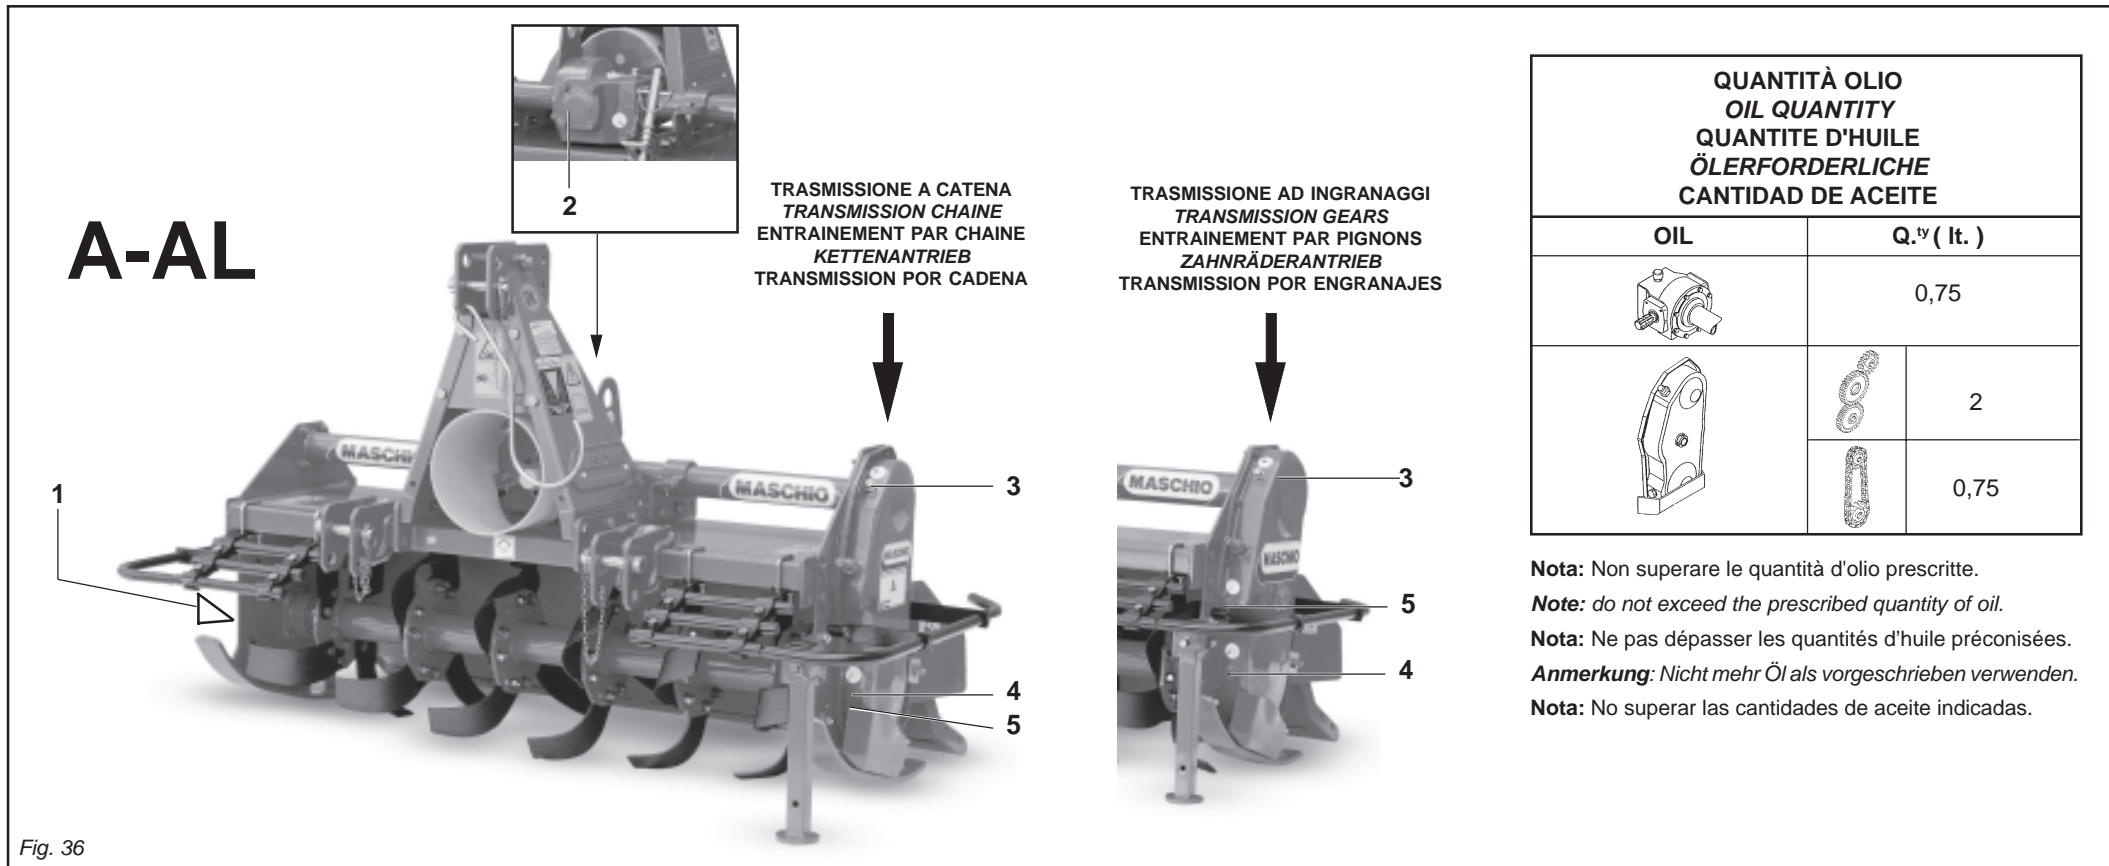

Fig. 36
Si nécessaire rajouter de l'huile par le bouchon de remplissage (3 Fig. 36) jusqu'à ce qu'elle sorte par le bouchon de niveau.
- Entraînement latéral par pignons: contrôlez le niveau de l'huile dans le carter latéral de la transmission en dévissant le bouchon de niveau (5 Fig. 36) et vérifiant si l'huile sort. Si nécessaire rajouter de l'huile par le bouchon de remplissage (3 Fig. 36) jusqu'à ce qu'elle sorte par le bouchon de niveau.
- Vidangez entièrement l'huile du réducteur ou du boîte de vitesse et du carter de transmission à travers le bouchon de vidange qui se trouve sous la boîte du réducteur et par le bouchon de vidange de la transmission (4 Fig. 36).
stopfen/Ablaßstopfen (4 Abb. 36) los-schrauben und prüfen, ob Öl ausfließt. Ggf. durch den Öleinfüllstopfen (3 Abb. 36) soviel Öl nachfüllen, bis das Öl am Ölstandsstopfen ausläuft.
- Zahnradantrieb: den Ölstand im Seitenantrieb prüfen. Dazu den Ölstandsstopfen (5 Abb. 36) losschrauben und prüfen, ob Öl ausfließt. Ggf. durch den Öleinfüllstopfen (3 Abb. 36) soviel Öl nachfüllen, bis das Öl am Ölstandsstopfen ausläuft.
- Das Öl im Getriebe und im Seitenantrieb wechseln. Dazu die Ablaßschraube unter dem Getriebegehäuse und den Stopfen des seitlichen Antriebs (4 Abb. 36) losdrehen und das Öl ausfließen lassen.
Eventualmente agregar aceite a través del tapón de llenado (3 Fig. 36), hasta que veamos que sale por el tapón de nivel.
- Transmisión lateral por engranajes: controlar el nivel de aceite en el cárter lateral de la transmisión, desenroscando el tapón de nivel (5 Fig. 36) y controlando que salga el aceite. Eventualmente agregar aceite a través del tapón de llenado (3 Fig. 36), hasta que veamos que sale por el tapón de nivel.
- Efectuar el cambio completo del aceite, tanto del reductor (o en la caja de cambio) como también del cárter de transmisión, descargando completamente el aceite del tapón de descarga presente debajo de la caja del reductor y del tapón de descarga transmisión (4 Fig. 36).